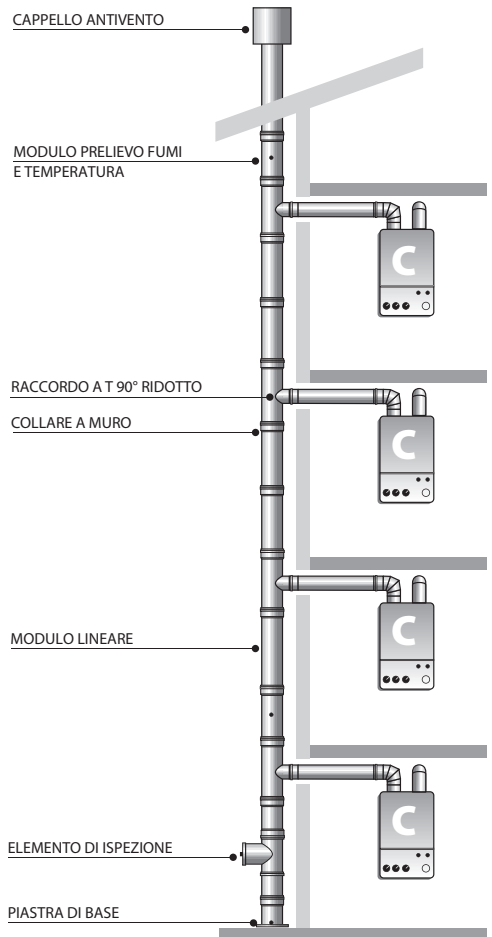

FIGURA 7 Montaggio di una canna fumaria di tipo C
5.3. Schema di montaggio per canne fumarie collettive asservite ad apparecchi di tipo C (figura 7)